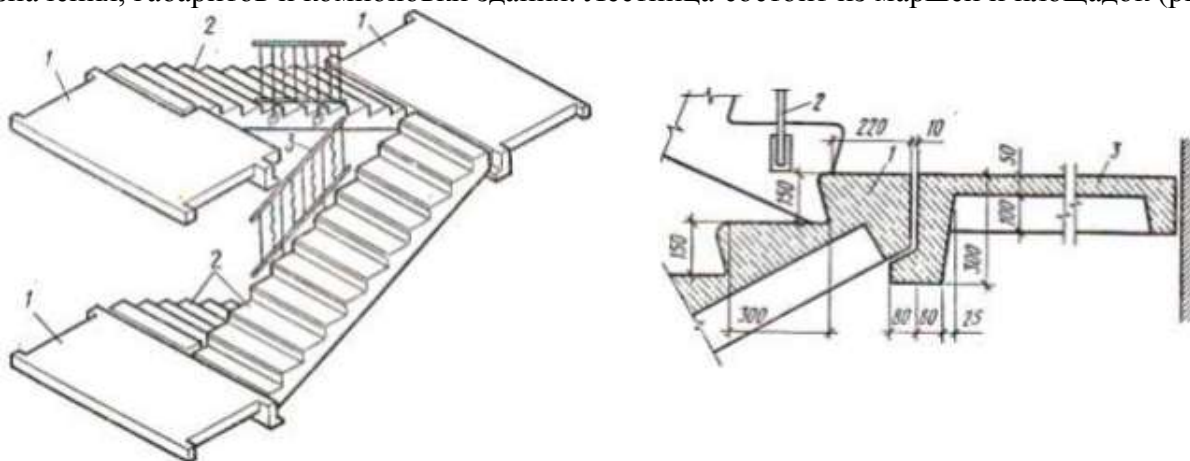

Рисунок 23 – Лестница из крупноборных элементов 1 – лестничные площадки, 2 – лестничные марши, 3 – фрагмент ограждения
Лестницы служат путями сообщения между этажами, а также путями эвакуации людей из здания в аварийных ситуациях. Размещение лестниц в плане здания, их число и размеры зависят от назначения, габаритов и компоновки здания. Лестница состоит из маршей и площадок (рис. 23)
3. Выполнить в программе КОМПАС чертёж лестничной клетки пороставив полученные размеры по расчёту, пример см. рис. 23